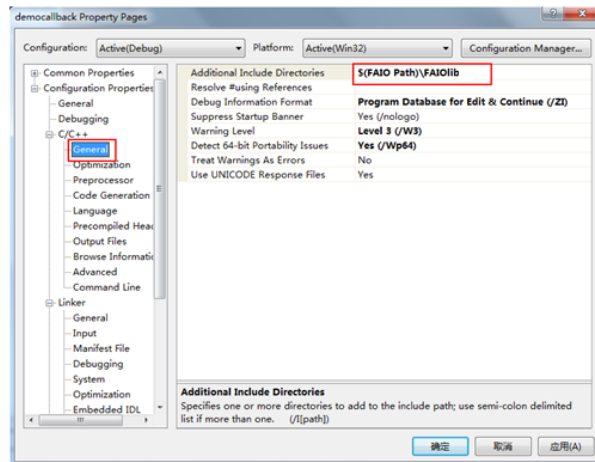
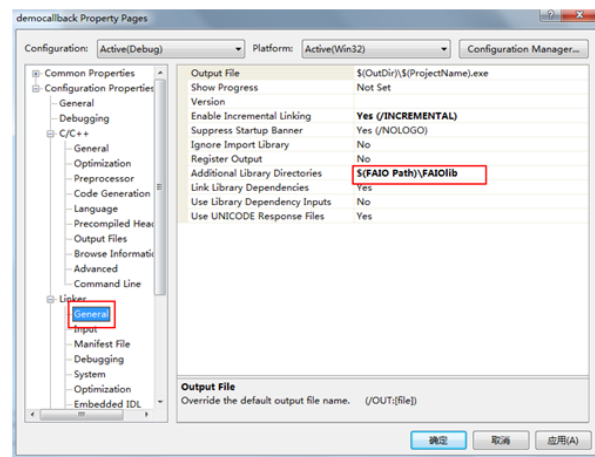
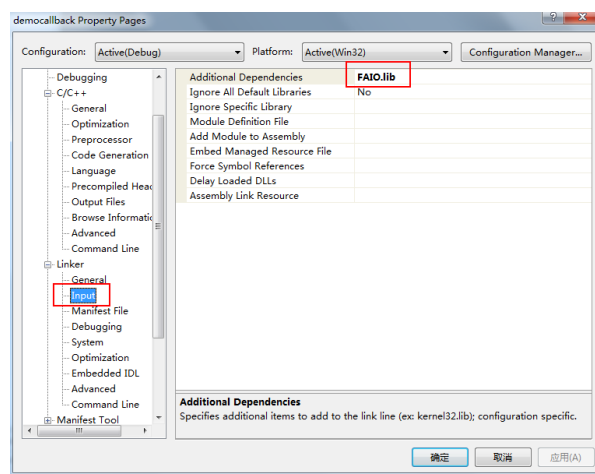

图 2.4.1 C/C++的 General 配置
图 2.4.2 Linker 的 General 配置
图 2.4.3 Linker 的 Input 配置
- 二, 配置工程环境, 如图 2.4.1, 图 2.4.2, 图 2.4.3 所示: